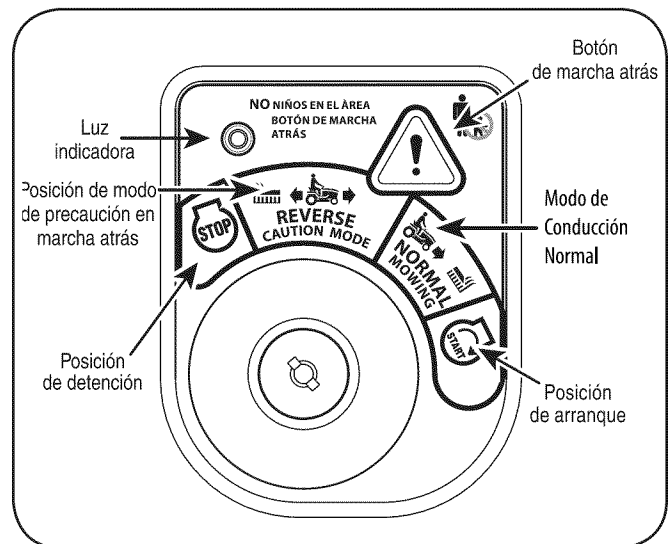

Figura 5-1
2. Gire la llave desde la posición de CORTE NORMAL (*verde*) hasta la posición de MODO DE PRECAUCIÓN EN MARCHA ATRÁS (*amarillo*) del módulo del interruptor de llave. Vea la Figura 5-1.
3. Presione el **BOTÓN DE MARCHA ATRÁS** (*botón triangular de color naranja*) en la esquina superior derecha del módulo del interruptor de llave. La luz indicadora roja en la esquina superior izquierda del módulo del interruptor de llave se mantiene encendida (ON) mientras esté activado. Vea la Figura 5-1.